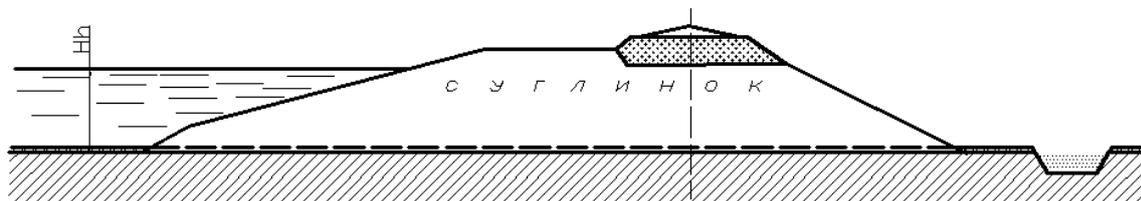

Рис.6.18. Фрагмент чертежа плотины
13. Выполните по произвольным размерам построение фрагмента чертежа плотины (*Рис.6.18*).